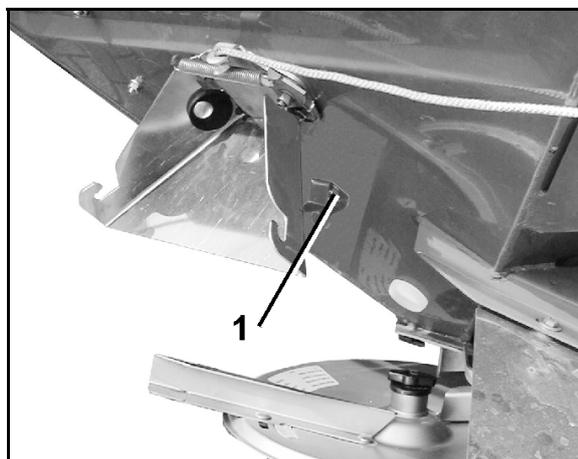
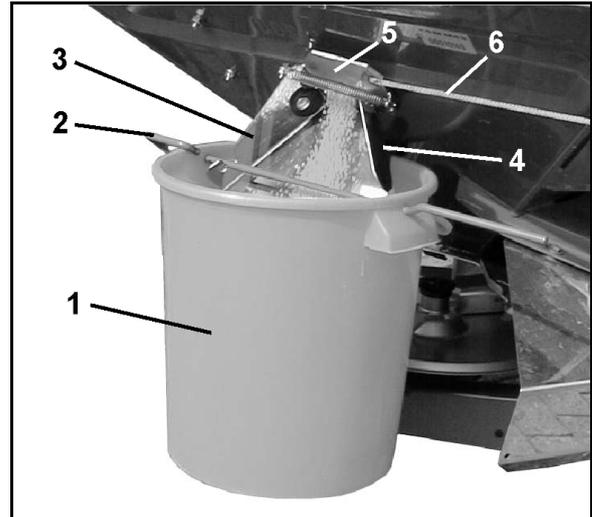

Fig. 56
Fig. 58
1. Agganciare il raccoglitore (Fig. 58/1) tramite staffe (Fig. 58/2) allo scivolo di uscita (Fig. 58/3). Innestare il recipiente di raccolta nel dispositivo di serraggio (Fig. 58/4 u. Fig. 56/1).
2. Aprire completamente la paratoia laterale (Fig. 58/5) dello scivolo di uscita per circa 5 sec. tramite la corda (Fig. 58/6) (per garantire un flusso di concime uniforme). Quindi versare nuovamente la quantità di concime raccolta nello spargitore.